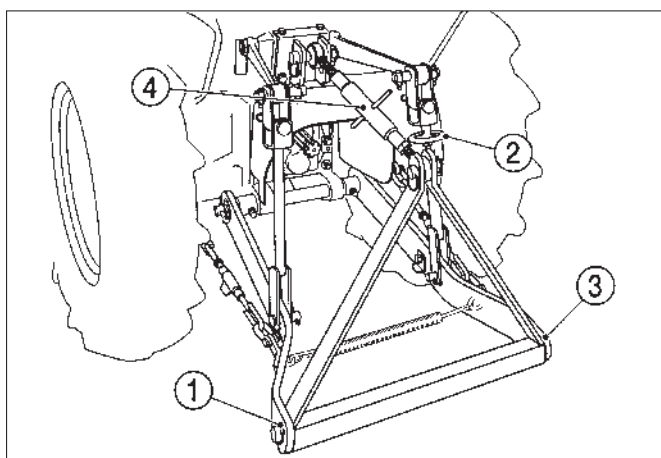

Fig. 56
FIG. 56: Faites glisser l'extrémité sphérique du bras inférieur gauche (1) sur la broche de l'équipement et fixez avec une goupille. Ajustez la hauteur du bras inférieur droit en tournant la boucle (2). Attachez et fixez le bras inférieur droit (3) avec une goupille. Attachez le bras supérieur (4) en haut du châssis de fixation de l'équipement en utilisant la broche fournie avec le tracteur. Faites tourner le manchon central du bras supérieur, pour l'allonger ou le raccourcir et régler le niveau de l'équipement d'avant en arrière. Quand l'équipement est attaché, vous pouvez régler sa hauteur de fonctionnement avec la tige de levage et les boucles de bras supérieures. Serrez tous les réglages.